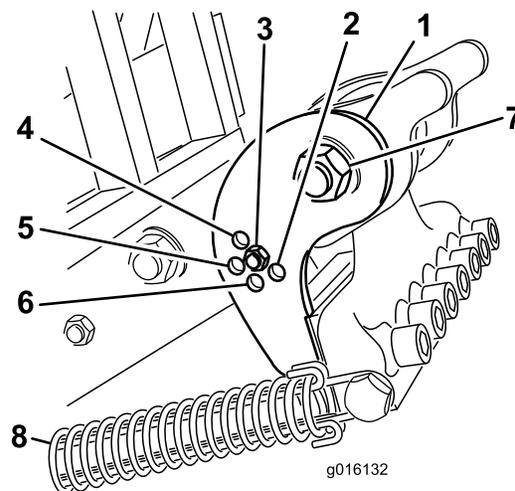

図 38
キャンバブラケット 図 38 を、使用するタインに合った正しい位置にセットしてください。ヘッドストップのセット位置は基本的に 5ヶ所ですが、調整ロッドを通す穴を選択することにより、ヘッドストップのセット位置が 5ヶ所のうちの 1 つに決まります。これらの穴は事前設定のみ可能で、たとえば、場合によっては、10" のタインを 12" 位置で使うとより滑らかな仕上がりとなったりします。
3. タインヘッドにかかっているスプリングのテンションを解除する 図 38。
4. キャンバブラケットの調整穴についているボルトとナットを外す 図 38。